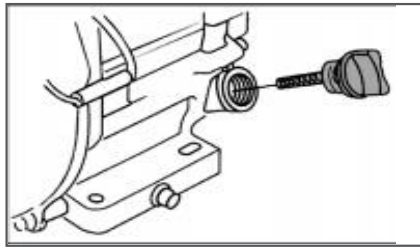

Рис. 12 Проверка уровня масла в картере
**ПРИМЕЧАНИЕ!** Максимальный уровень масла в картере соответствует нижней кромке заливного отверстия (Рис. 12).
4. Аккуратно извлеките щуп и осмотрите его. Уровень масла должен соответствовать верхней отметке на щупе. При недостаточном уровне масла в картере необходимо долить чистое масло до верхней отметки на щупе, что соответствует нижней кромке заливного отверстия (Рис. 12).